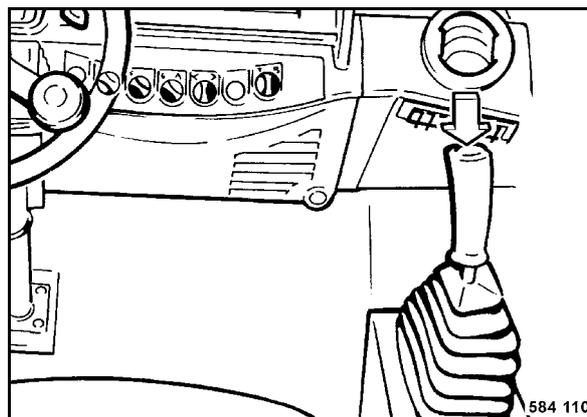

Рис. 68
- Во время режима движения нажать расположенный в рычаге движения кнопочный выключатель вибрации (Рис. 68).
- Снова нажать кнопочный выключатель вибрации (Рис. 68).